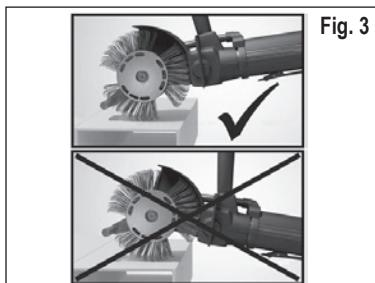

Fig. 3
- Pentru o performanță optimă aveți grijă ca bara de accelerare să fie ghidată aproape de suprafață de prelucrat. La o depărtare prea mare a barei de accelerare față de suprafață, performanța scade perceptibil. Vezi Fig. 3. O descriere mai detaliată a modului de lucru cu aparatul **MBX® Bristle Blaster®** puteți găsi în DVD-ul anexat sau de pe pagina de internet www.monti.de